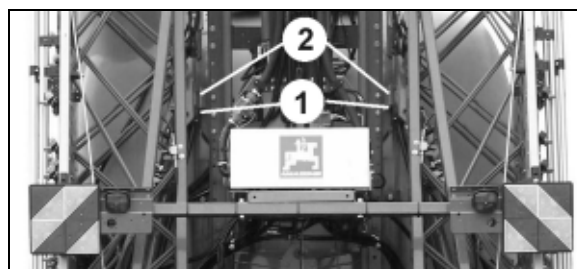

Fig. 51
2. Senk bommen med høydejusteringen til holderne (Fig. 51/1) griper tak i lommene (Fig. 51/2).
Fig. 51 viser de låste bommen.
Juster bommen med hellingsjusteringen til holderne (Fig. 51/1) ikke griper tak i lommene (Fig. 51/2).